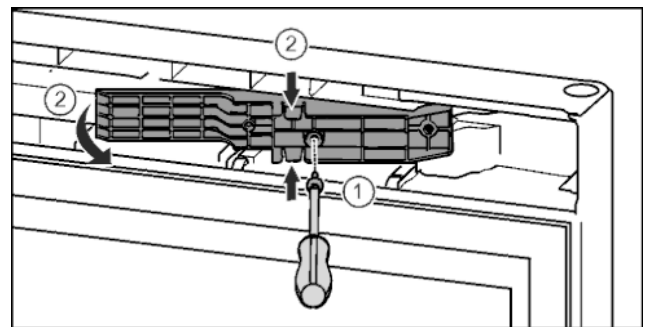

Fig. 15\*
- ▶ Отпустить винты отверткой T15. Fig. 15 (1)\*
- ▶ Извлечь деталь адаптера. Fig. 15 (2)\*